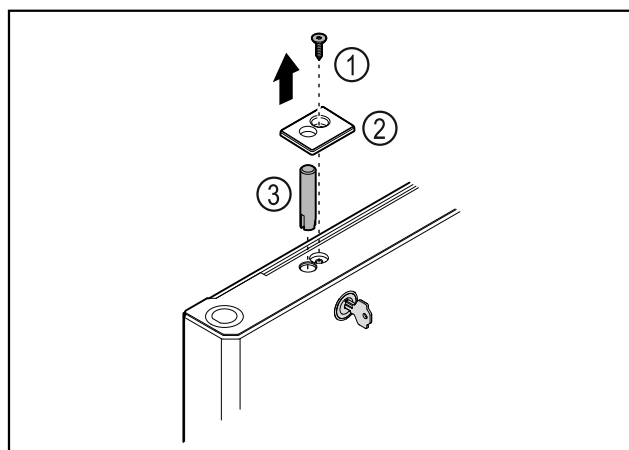

Fig. 37
- ▶ Îndepărtați șurubul Fig. 37 (1).
- ▶ Deblocați apărătoarea Fig. 37 (2) cu o șurubelniță mică și detașați-o.
- ▶ Extrageți bolțul încuietoarei Fig. 37 (3).